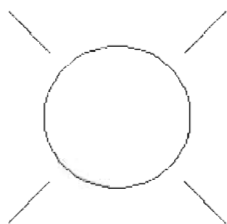

图 8-21
(1) 打开配套光盘中的“操作示例 8-4.dwg”文件，如图 8-21 所示。